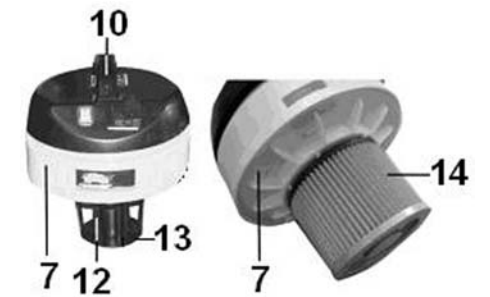

Рис.3.
11.5. После очистки установите фильтры на место (см.п.8.2) за ручку (10) правильно установите секцию электродвигателя (7) на бак (4) и заблокируйте два замка (11) (Рис.2). Следите за тем, чтобы поплавковый предохранительный клапан (12) (Рис. 3) свободно перемещался в корпусе фильтра (13) и при установке секции электродвигателя (7) на бак (4) находился в нижней части корпуса фильтра (13).
- Аккуратно снимите с корпуса фильтра (13) складчатый бумажный фильтр (14) или фильтр полиуретановый (15) (Рис.3,4) и очистите их от пыли и грязи;
- При необходимости осторожно продуйте снятый складчатый фильтр (14) сжатым воздухом изнутри наружу;